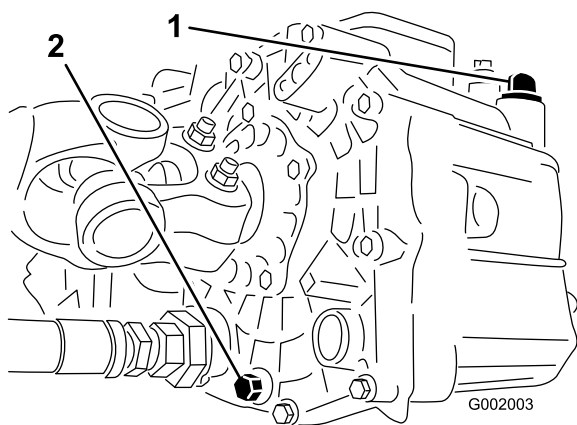

Figura 55
3. Remova o bujão de drenagem da lateral do reservatório e deixe o fluido hidráulico fluir para a bandeja de drenagem (Figura 55).